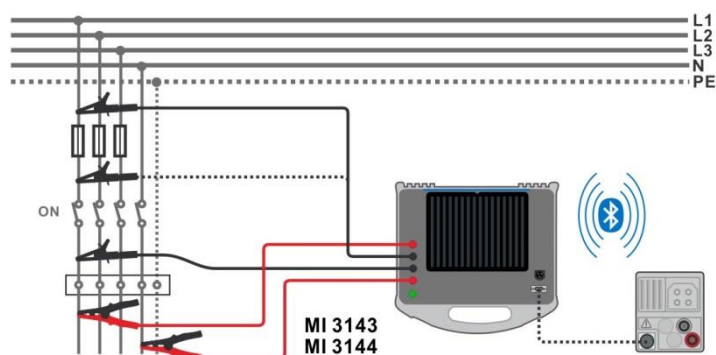

Abbildung 7.49: Hochstrom Widerstandsmessung
- › Schließen Sie das Prüfgerät MI 3152(H) an den A 1143, MI 3143 oder MI 3144 Euro Z Adapter über die serielle RS232-Schnittstelle an, oder verbinden Sie sie über Bluetooth. Siehe Kapitel **4.6.5.1 Konfiguration der Messadapter**.
- › Überprüfen Sie die Bluetooth Aktiv-Anzeige, wenn das MI 3143 oder MI 3144 Euro Z Adapter über Bluetooth mit dem Prüfgerät MI 3152(H) verbunden ist.
- › Schließen Sie die Prüfleitungen am Prüfling an. Siehe **Abbildung 7.49**